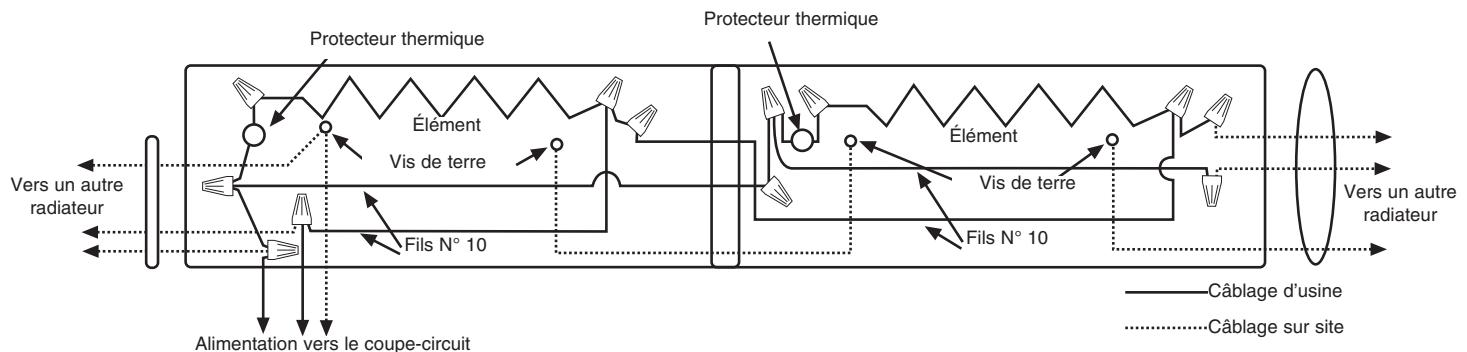

Fig. 8
9. En suivant le schéma de câblage fixé sur le radiateur, effectuez les raccordements électriques. Référez-vous à la Figure 8 pour le branchement en parallèle avec d'autres radiateurs. La mise à la terre des autres radiateurs se fait en branchant un cavalier (non fourni) entre les deux radiateurs adjacents.
**REMARQUE IMPORTANTE :** Ces radiateurs sont fournis avec un limiteur de sécurité intégré (protecteur thermique – voyez la Figure 8) pour couper automatiquement le radiateur s'il est obstrué ou entre en surchauffe suite à une condition anormale. En fonctionnement normal, les radiateurs ne doivent pas subir de coupure par ce dispositif de sécurité. Si cela se produisait, vérifiez l'installation du radiateur pour vous assurer que des écarts adéquats sont respectés et que la libre circulation de l'air autour du radiateur n'est pas entravée. Si le radiateur continue d'avoir des coupures par le dispositif de sécurité, cessez de l'utiliser avant qu'il ait été inspecté et/ou réparé par un électricien qualifié.